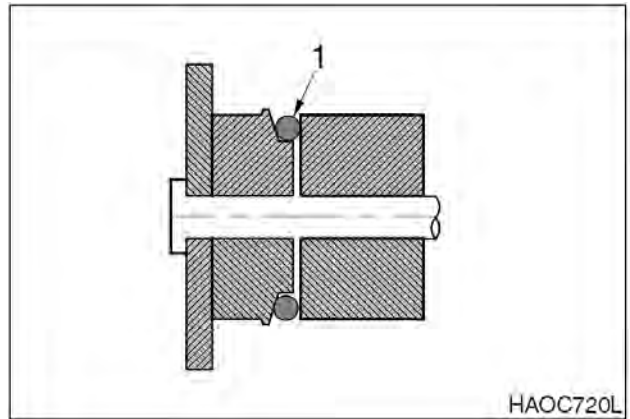

Рис. 103
5. Поместить новую уплотнительную прокладку (1, рис. 103) в канавку для уплотнительной прокладки.